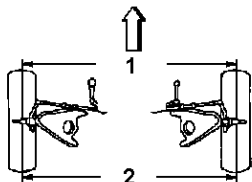

Fig. 9 : Identification de l'alignement
- Alignement intérieur – Lorsque la distance entre la ligne centrale avant (1) des pneus est inférieure à la distance de la ligne centrale arrière (2) des pneus. Voir Fig. 9.
- Alignement extérieur – Lorsque la distance entre la ligne centrale arrière (1) des pneus est inférieure à la distance de la ligne centrale avant (2) des pneus. Voir Fig. 9.